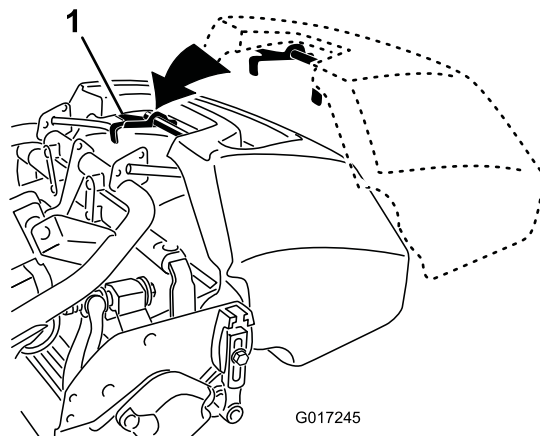

Figura 21
2. Oriente o rebordo do cesto entre as placas laterais da unidade de corte e sobre o rolo frontal (Figura 21).
3. Instale os ganchos do cesto por cima do arco da estrutura (Figura 21).